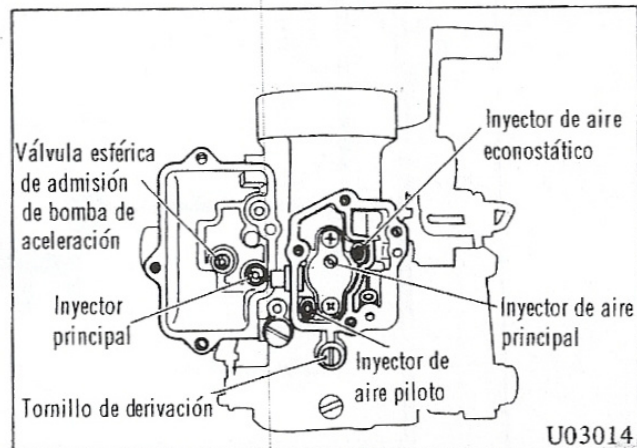

Fig. 14 Desmontaje del inyector principal
4. Desmontar el inyector principal, la válvula esférica de admisión a la bomba de aceleración, inyector de aire econostático e inyector de aire principal. (Fig. 14)